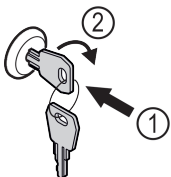

Fig. 120
- ▶ Introduceți cheia prin apăsare Fig. 120 (1).
- ▶ Rotiți cheia cu 90° în sensul acelor de ceasornic Fig. 120 (2).